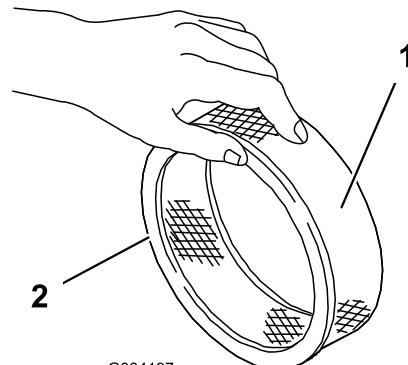

Figure 19
5. Tapotez doucement l'élément en papier sur une surface plane pour faire tomber la poussière et la saleté (Figure 19).
1. Glissez délicatement le préfiltre en mousse sur l'élément en papier (Figure 19).